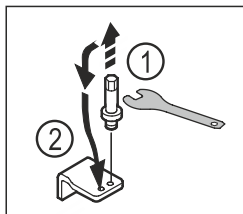

Fig. 14
- Skru ut boltene til den nedre lagerbukken med utvendig sekskantnøkkel SW5. Fig. 14 (1)
- Sett inn boltene på motsatt side. Fig. 14 (2)